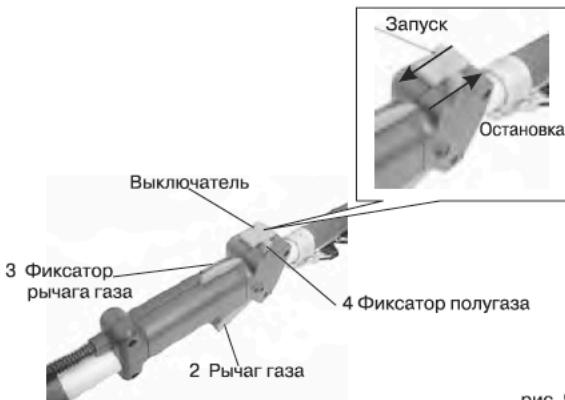

рис. 9
5. Рис. 9: Установите выключатель (1) в положение «Запуск». Зажмите рукой одновременно рычаг газа (2) и фиксатор рычага газа (3). Нажмите до упора фиксатор полугаза (4) другой рукой. Отпустите фиксатор газа, при этом фиксатор полугаза должен оставаться включенным.
Остановка двигателя См. рис. 9